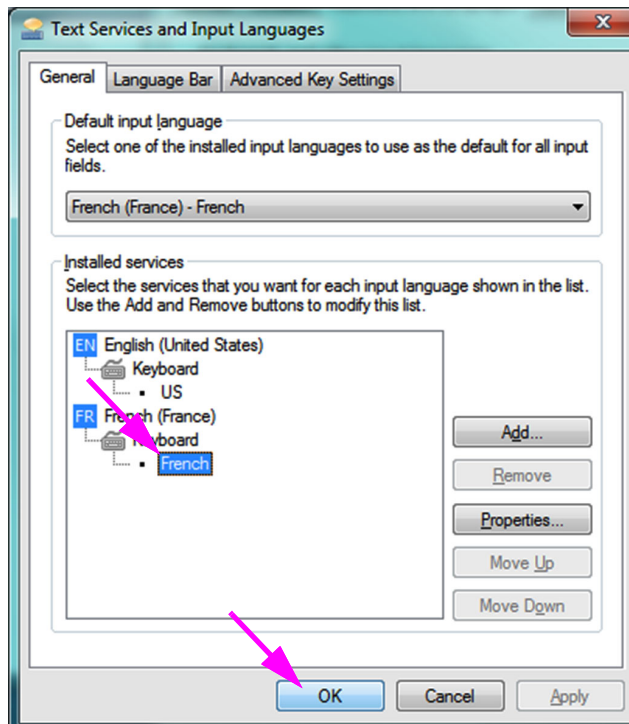

Figura C-11. Pantalla Text Services and Input Languages (Servicios de texto e idiomas de entrada) - ficha General
7. Haga clic en la ficha **General** (consulte la Figura C-11), utilice el cuadro de desplazamiento de la sección Installed services (Servicios instalados) para seleccionar el (nuevo) teclado deseado y haga clic en el botón **OK (Aceptar)**.